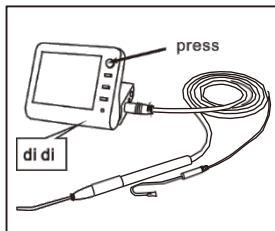

Abb. 32
- 2) Schließen Sie das Testhandgerät an und schalten Sie das Gerät ein. Beim Einschalten ertönen zwei Töne als Audiosignal. (Abb. 32)